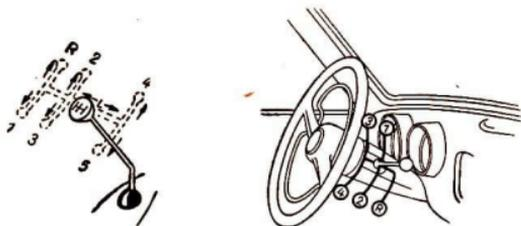

Bild 11
2. Schalthebel in die Stellung des 1. Ganges bringen! (vgl. Bild 11 und 12)